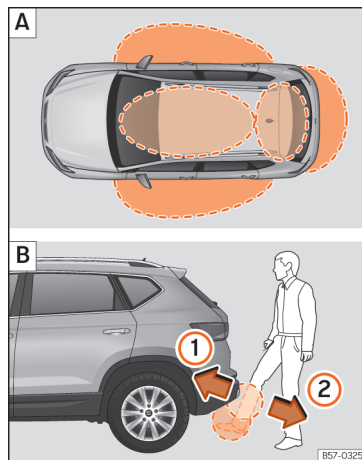

Abb. 139 Schlüsselloses Schließ- und Startsystem Keyless Access: **A** | Näherungsbereiche. **B** | Heckklappe mit der sensorgesteuerten Öffnung (Easy Open) öffnen.
Keyless Access ist ein schlüsselloses Start- und Schließsystem, mit dem das Fahrzeug ohne aktive Fahrzeugschlüsselbenutzung ent- bzw. verriegelt werden kann. Dazu müssen sich lediglich ein gültiger Fahrzeugschlüssel im Erfassungsbereich für den Zugang zum Fahrzeug befinden » **Abb. 139 A** und eine der Sensorflächen an den Türgriffen » **Abb. 140** berührt oder der Softtouch/Haltegriff der Heckklappe betätigt werden » **Seite 147** » **1**.
Befindet sich ein gültiger Schlüssel in einem der Funktionsbereiche » **Abb. 139 A**, erteilt das Schließ- und Startsystem Keyless Access diesem Schlüssel eine Zugangsberechtigung, sobald eine der Sensorflächen an den Vordertürgriffen oder der Softtouch/Haltegriff an der Gepäckraumklappe betätigt wird. Anschließend sind folgende Funktionen ohne aktive Fahrzeugschlüsselbenutzung möglich:
Wenn sich ein gültiger Fahrzeugschlüssel in der Nähe » Abb. 139 A der Heckklappe befindet, entriegelt die Heckklappe beim Öffnen des verriegelten Fahrzeugs automatisch.
Befindet sich ein gültiger Schlüssel in der Nähe » Abb. 139 A der Heckklappe, kann diese durch Bewegung eines Fußes im Bereich der unter dem Stoßfänger gelegenen Sensoren » Abb. 139 B entriegelt und geöffnet werden.
• Mit einer schnellen Bewegung nähern Sie einen Fuß und unteren Beinteil so weit wie möglich dem Stoßfänger. Der untere Beinteil muss sich dem oberen Sensorbereich, und der Fuß dem unteren Sensorbereich » Abb. 139 B 1 nähern.
• Entfernen Sie den Fuß und den unteren Beinteil mit einer schnellen Bewegung aus dem Sensorbereich » Abb. 139 B 2. Die Heckklappe öffnet sich selbsttätig.